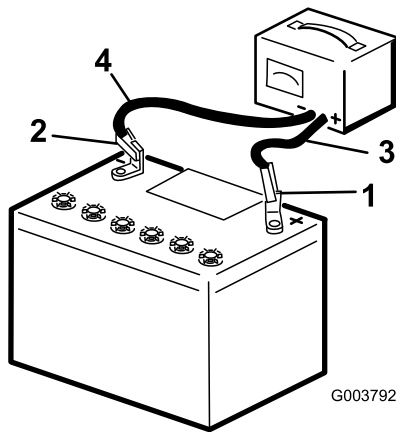

Figura 42
3. Cargue la batería durante 10 a 15 minutos a 25–30 amperios, o durante 30 minutos a 4–6 amperios (Figura 42). No sobrecargue la batería.
4. Cuando la batería esté completamente cargada, desconecte el cargador de la toma de electricidad, luego desconecte los cables del cargador de los bornes de la batería (Figura 42).